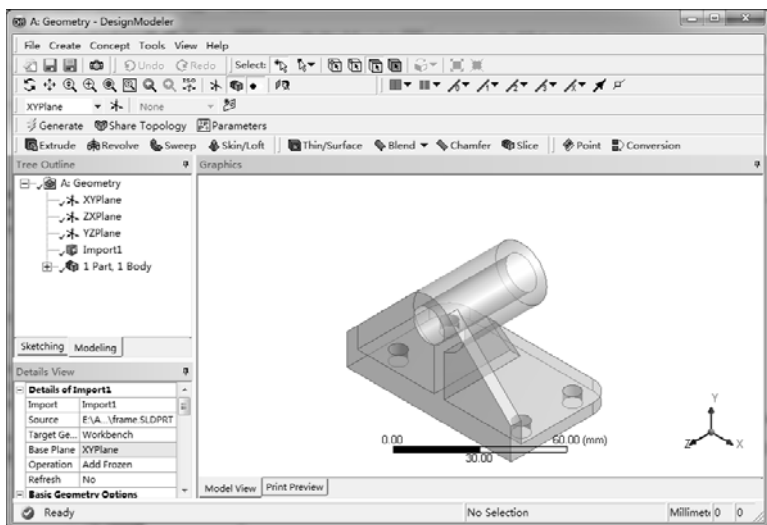

图 5-65 生成几何体后的 DesignModeler 界面
4) 进入 DM 后, 设计树中【Import1】节点前面显示, 表示需要生成, 图形窗口没有图形显示, 单击  按钮生成几何体, 即可在窗口右侧显示出几何图形, 如图 5-65 所示。